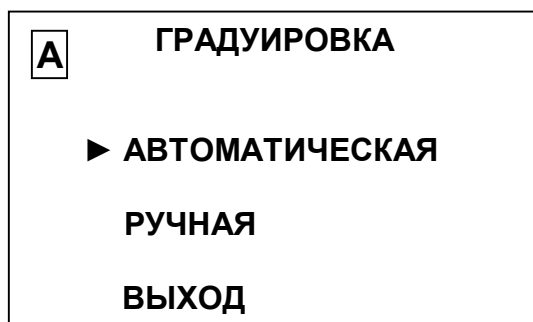

Рисунок 2.6
- 4 Установить маркер на строку **ДА** и нажать кнопку « $\frac{\text{МЕНЮ}}{\text{ВВОД}}$ », появится экран в соответствии с рисунком 2.11. Если установить маркер на строку **НЕТ** и нажать кнопку « $\frac{\text{МЕНЮ}}{\text{ВВОД}}$ », анализатор перейдет в меню **ГРАДУИРОВКА** (рисунок 2.6).
- Если установить маркер на строку **НЕТ** и нажать кнопку « $\frac{\text{МЕНЮ}}{\text{ВВОД}}$ », анализатор анализатор перейдет в меню **ГРАДУИРОВКА** (рисунок 2.6) со старыми градуировочными коэффициентами.